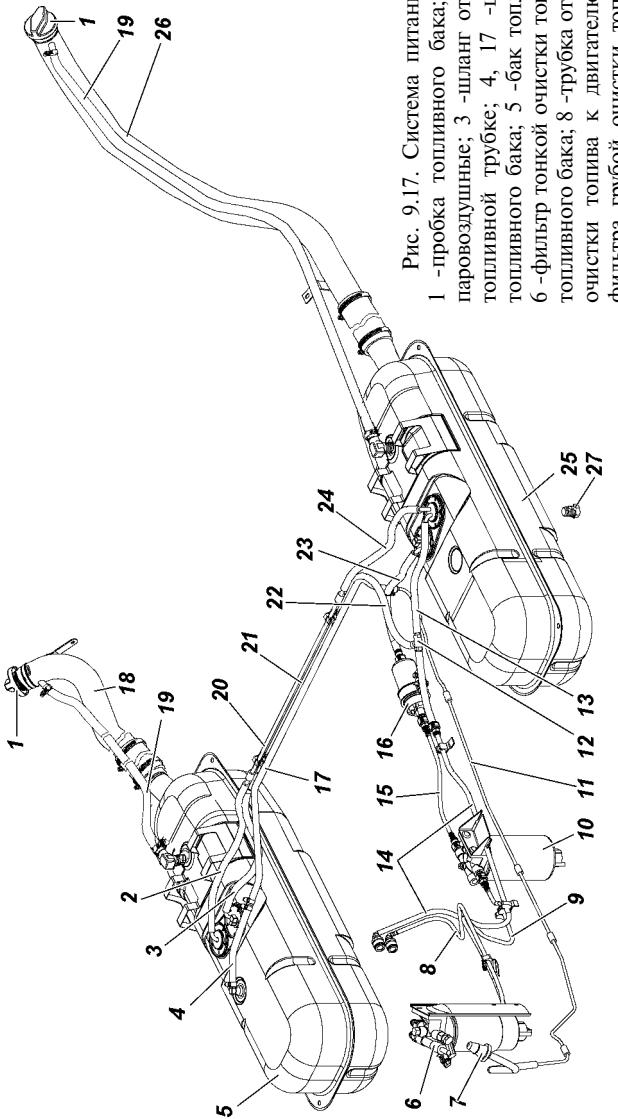

Рис. 9.17. Система питания двигателя:
Система питания (рис. 9.17)
Топливные баки 5, 25 (рис. 9.17). Обслуживание топливных баков заключается в периодической промывке фильтра приемной трубы указателей уровня топлива и самих баков.
- слейте топливо отвернув пробку 27 (рис. 9.17);
Топливный электронасос 16 (рис. 9.17) проточного типа.